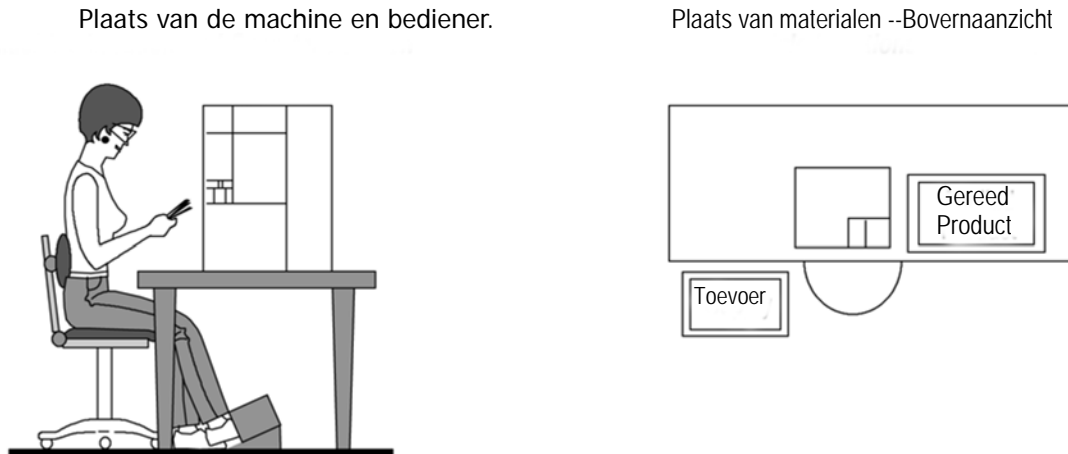

Figure 8
3.3. Overwegingen bij de plaatsing van werkbankmachines (Afbeelding 8)
Figure 8 toont de juiste machinelocatie, operatorpositie en aanbevolen voetschakelaarpositie.